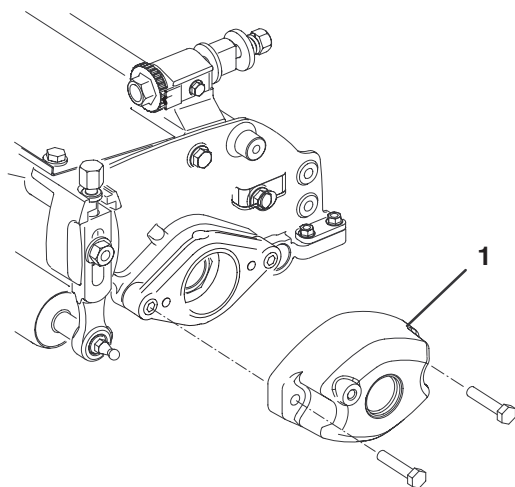

Figure 13
- A. Retirez les 2 vis à tête qui fixent le contrepoids à l'extrémité gauche du plateau de coupe. Déposez le contrepoids (Fig. 13).